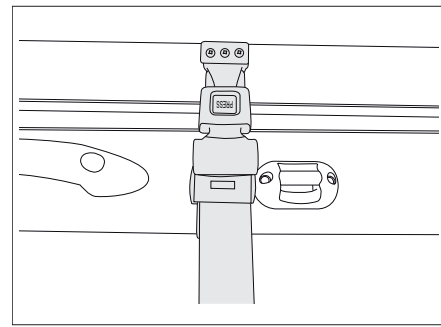

Bild 127 Sicherungsgurt Hubbett manuell
- Das Hubbett mit dem Sicherungsgurt am Dach sichern (Bild 127).